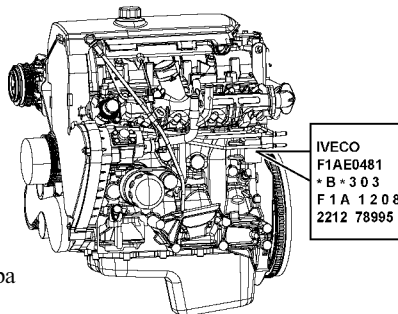

Рис. 1. Расположение идентификационного номера двигателя
**Идентификационный номер двигателя F1A** выбит на площадке, расположенной с левой стороны блока цилиндров (см. рис. 1).